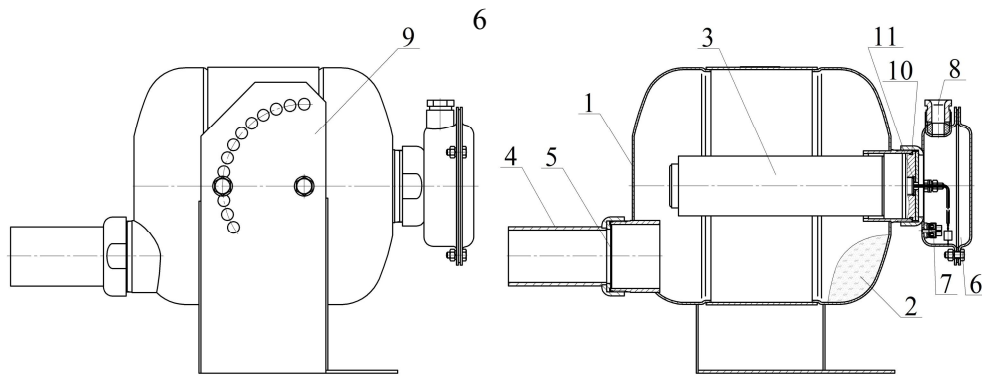

Рисунок 1
- ИХГ-10(М)-04 СИАВ 066614.025.000 ТУ (поз.3 рисунок 1) – 1 шт.;
- резиновая прокладка черт. СИАВ 634233.006.023-01 (поз. 11 рисунок 1) – 1 шт.;
- огнетушащий порошок ИСТО-1 ТУ 2149-001-54572789-00 (поз. 2 рисунок 1) – 9,5 кг;
- мембрана черт. СИАВ 634233.007.005 (поз. 6 рисунок 1) – 1 шт.
4.1.1 МПП (см. рисунок 1) состоит из корпуса 1, в котором размещаются огнетушащий порошок (ОП) 2 и источник холодного газа (ИХГ) 3. В передней части корпуса находится насадок-распылитель 4, входное отверстие которого перекрыто мембраной 5.
6.3 Закрепить кронштейн **9** (см. рисунок 1) на потолке, стене или иной несущей плоскости, расположенной под любым углом относительно поверхности пола. Координаты отверстий в кронштейне, предназначенном для крепления МПП, приведены на рисунке 3.